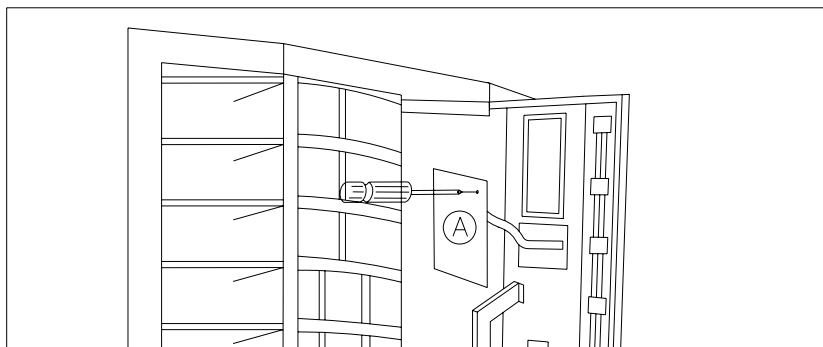

FIG. 14
- 3) Abrir la puerta de la caja recaudadora y quitar la protección FIG. 14 aflojando los correspondientes tornillos de sujeción, mediante un destornillador de estrella.